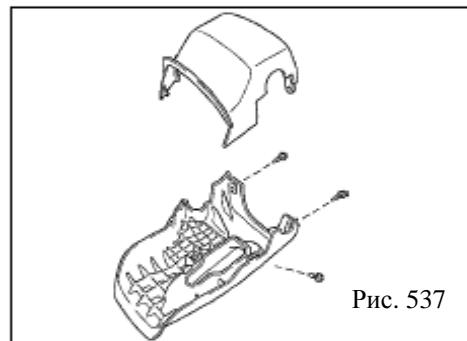

Рис. 537
**14. Демонтируйте верхний кожух рулевой колонки (рис. 537)**
**15. Демонтируйте нижний кожух рулевой колонки (рис. 537)**